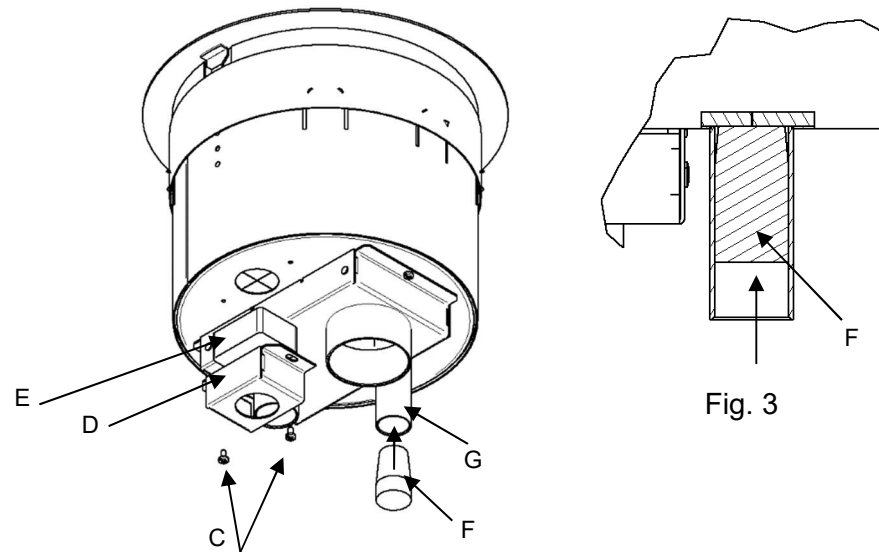

Fig. 2
5. Los tapones intumescentes y la caja de conexiones se envían con el accesorio. Inserte el enchufe intumescente rectangular (E) en la caja de conexiones (D). Fije la caja del conector (D) a la lata con los tornillos (C) provistos. Apriete los tornillos (C) a un par de 6-10 in-lbs (0,7-1,1 Nm). Consulte la Fig. 2. Inserte el tapón intumescente cónico (F) en el conector EMT (G) hasta que la intumescente haya tocado fondo. Consulte las Figuras 2 y 3. Nota: Para mantener la clasificación de fuego, se deben instalar ambos tapones intumescentes (E) y (F).